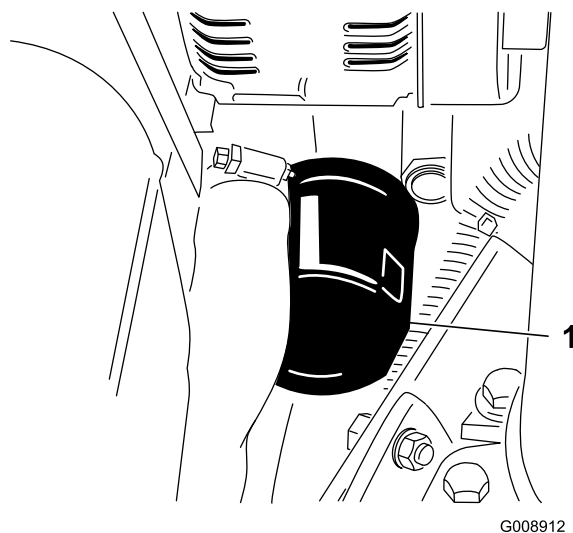

Figure 46
3. Déposez le filtre à huile (Figure 46).